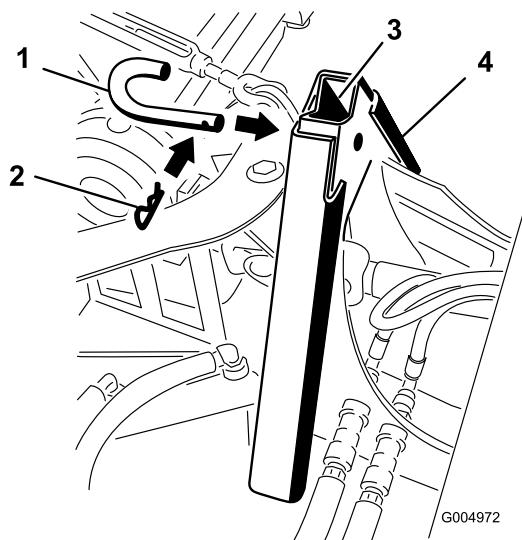

Bild 99
3. Befestigen Sie die Befestigungsadapter mit dem Anbaugerätstift und dem Splint, wie in Bild 99 abgebildet.